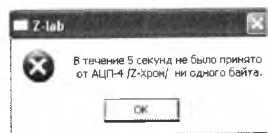

Рис. 57. Всплывающее окно в программном обеспечении.
2. В случае разрыва связи между устройством «Z-Хром» к ПК во время съема хроматограммы в программном обеспечении может возникать окно с информацией, как показано на рис. 57.